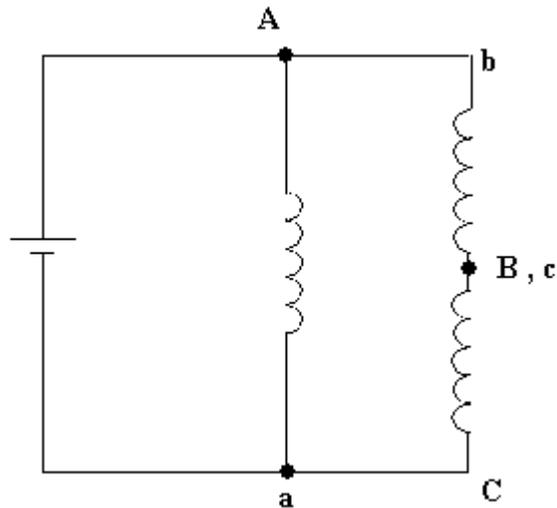

Figura 4: Esquema para o teste do item 2.1
- 2.1) Utilizando uma fonte CC e um estator da máquina trifásica disponível no laboratório, realize a montagem do esquema da Figura 4 para simular a situação da primeira linha da tabela, ou seja, ângulo elétrico igual a 0.